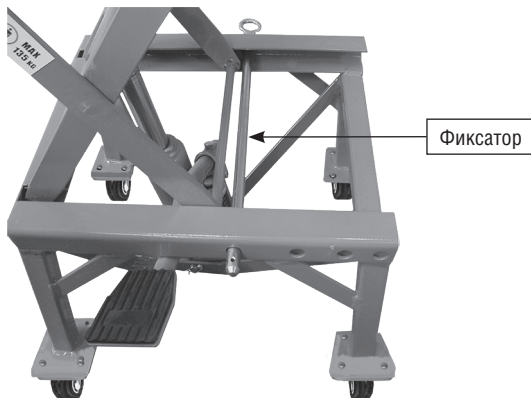

Рисунок 6 – Установка фиксатора
6. Когда платформа поднята в нужное для работы положение, вставьте фиксатор в отверстия на раме (рис. 6) таким образом, чтобы платформа не могла быть случайно опущена. Есть четыре возможных положения, в которых блокируется платформа: 490, 660, 780 и 895 мм.